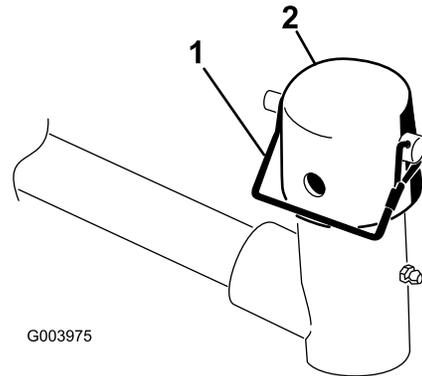

図 7
6. 昇降アームのピボットヨークからスナッパピンとキャップを取る 図 7。
10. スナッパピンを使って、キャップとキャリアフレームのシャフトを昇降アームのヨークに固定する(図 7)。